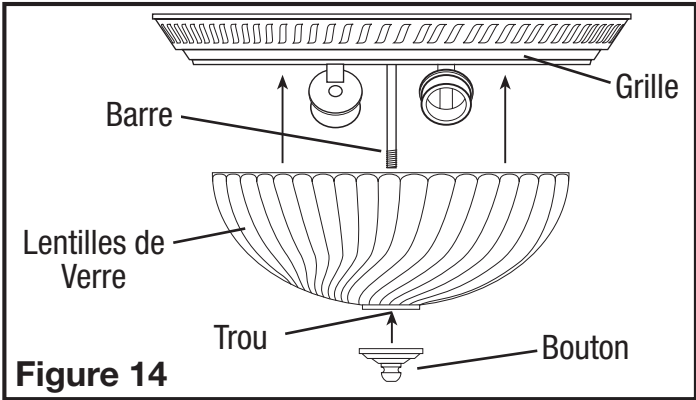

Figure 14
- 7. Pour réinstaller le lustre en place, glissez le lustre de façon à ce que le trou soit aligné à la tige de la grille et sécurisé avec le bouton enlevé tel que démontré à la section 3 (Figure 14).
- 4. Réinstaller en place les lentilles en verre en glissant le trou dans les lentilles dans la tige de la grille et en serrant en place avec le bouton des lentilles (Figure 14).